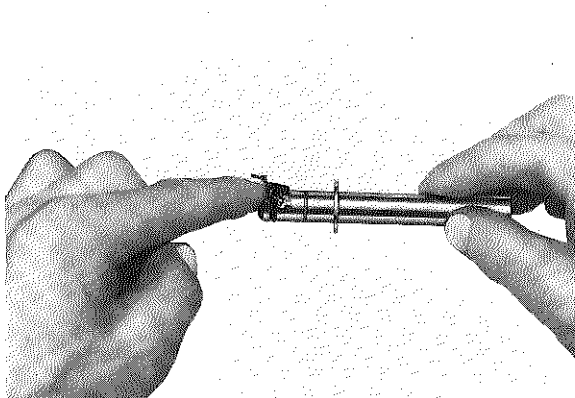

Fig. 3-4-3
1. Grease the O-ring on the end of guide bar before installation. (Fig. 3-4-3)
1. Avant de procéder à l'installation, graisser le joint torique prévu à l'extrémité du guide de fourchette. (Fig. 3-4-3)
1. Vor dem Einbau, Fett auf den O-Ring am Ende der Führungsstange auftragen. (Fig. 3-4-3)